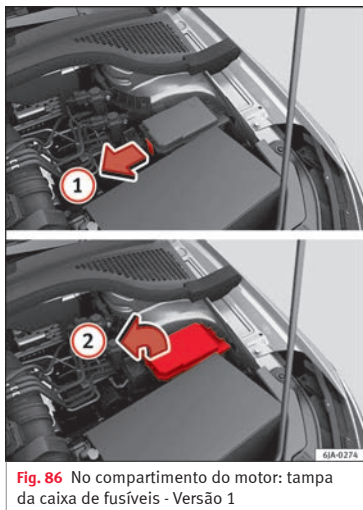
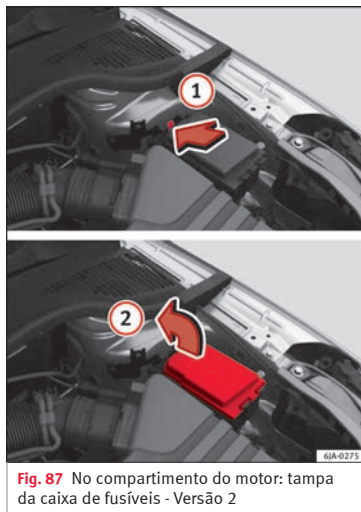

Fig. 86 No compartimento do motor: tampa da caixa de fusíveis - Versão 1
Fig. 87 No compartimento do motor: tampa da caixa de fusíveis - Versão 2
- Pressione a patilha de bloqueio da tampa no sentido da seta **1** »» **Fig. 86** ou »» **Fig. 87.**